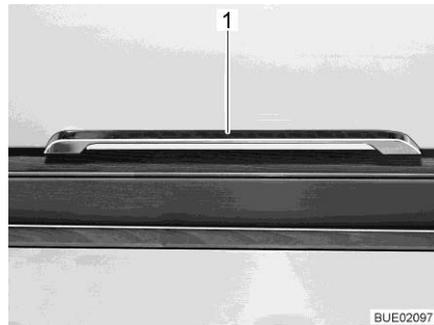

Fig. 86 Tirador de desbloqueo
- Según la posición de instalación, presionar el tirador de desbloqueo (Fig. 86,1) hacia arriba, hacia el lado o hacia abajo y mantenerlo presionado.